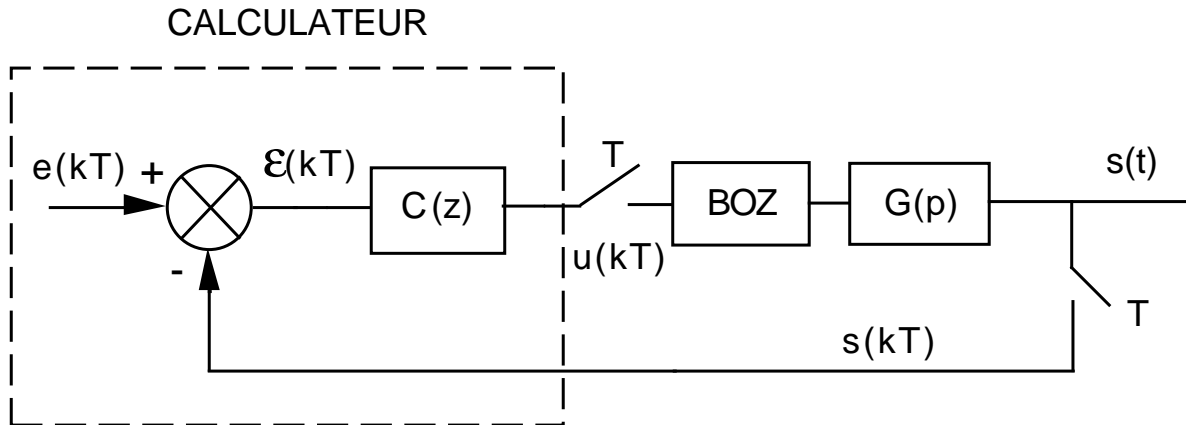

FIG. 5 – Commande numérique d'un procédé continu
On assure la commande numérique de ce procédé suivant le schéma de la figure 5. On note $C(z)$ le correcteur numérique.
3.4) D'après le schéma de la figure 5, exprimer $H(z)$ en fonction de $C(z)$ et $G_e(z)$.